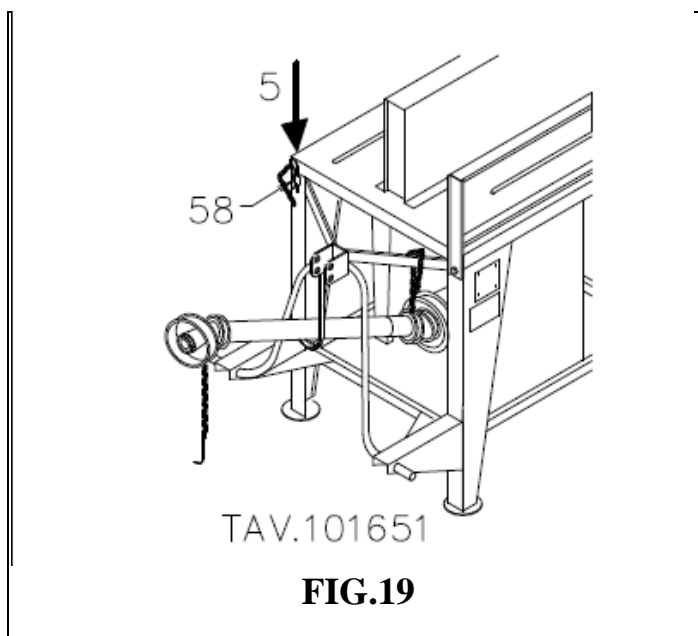

FIG.19
Se il cardano viene lasciato innestato alla macchina durante il trasporto,provvedere ad appoggiarlo sul gancio (pos.56)(FIG.19) ricavato sull'attacco a tre punte per evitare eventuali danneggiamenti. Prima di effettuare l'innesto con l'albero cardanico e di avviare la macchina, sono necessarie le seguenti operazioni preliminari:
3. Controllare che il dado (pos.67) che fissa il disco di taglio (pos.69) tra le flange (pos. 68 e 70) sia serrato in modo sufficiente per garantire il bloccaggio del disco stesso.
5. Inserire (FIG.19) la copiglia elastica (pos.58) fissata alla catena così che il tavolo scorrevole (pos.18) rimanga bloccato, al fine di evitare danneggiamenti alle parti mobili della macchina, durante le fasi di trasporto.